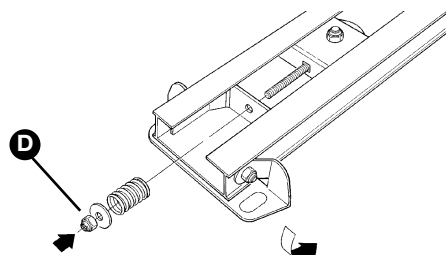

Abbildung 31
- 5 Die Feder, die Unterlegscheibe und die Mutter M8 **[D]** in die Schraube des Kettenstoppers stecken siehe Abbildung 31.